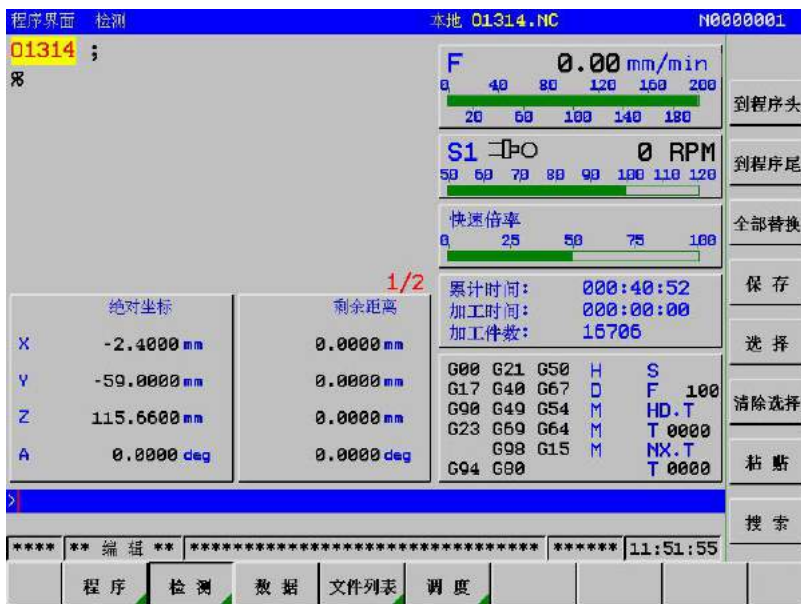

图3-2-15
- （1） 程序编辑需在【编辑】方式下进行，旋转 开关，选择编辑方式。按照新建程序操作步骤内容操作，进入新建程序界面（见图 3-2-15）。